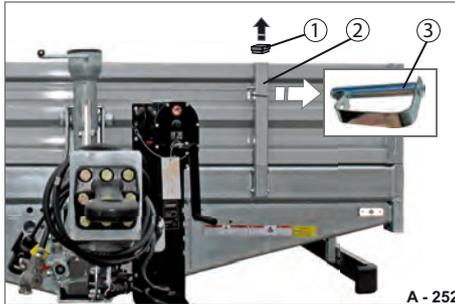

Abb. 189 Montage vorbereiten
- ▶ Abdeckkappen (Abb. 189/1) aus den Rungen (Abb. 189/2) entfernen.
- ▶ Ggf. die Federsteck-Bolzen (Abb. 189/3) herausziehen.